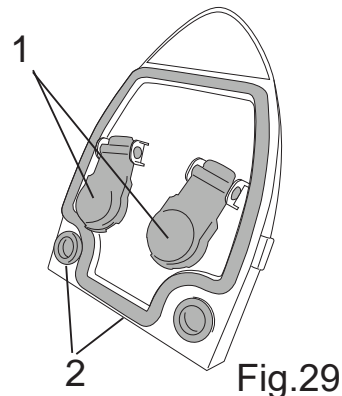

Fig.29
- Поверните крышку и убедитесь, что поплавки могут свободно перемещаться (рис. 29 - поз. 1).
- Очистите уплотнения влажной тряпкой (рис. 29 - поз. 2).